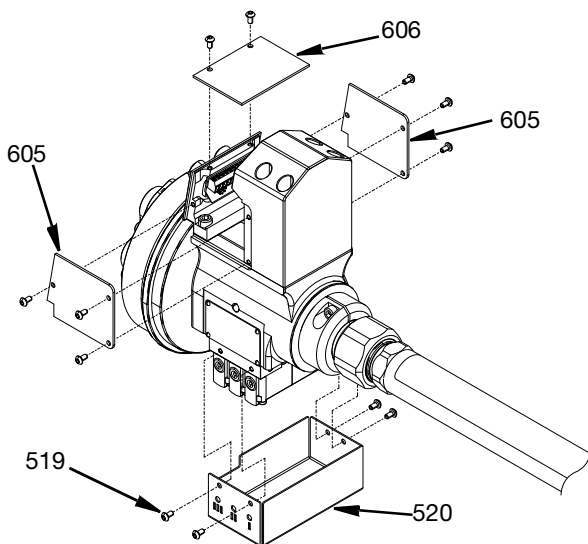

Рис. 12
1. Для доступа к внутренним деталям пистолета SST Switch 3D снимите боковые крышки (605), верхнюю крышку (606) и наружную крышку (520), удалив винты (519) с помощью шестигранного ключа. См. Рис. 12.